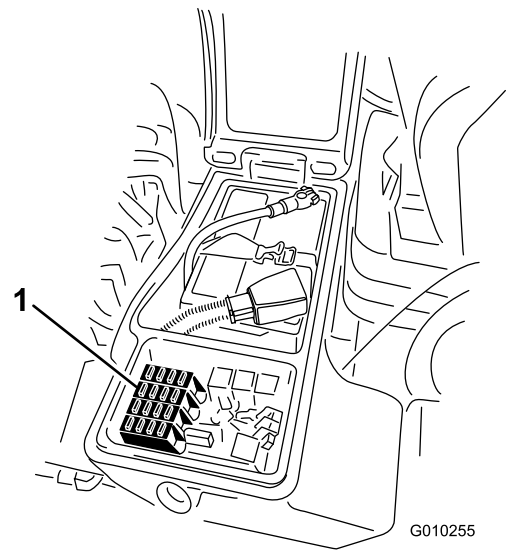
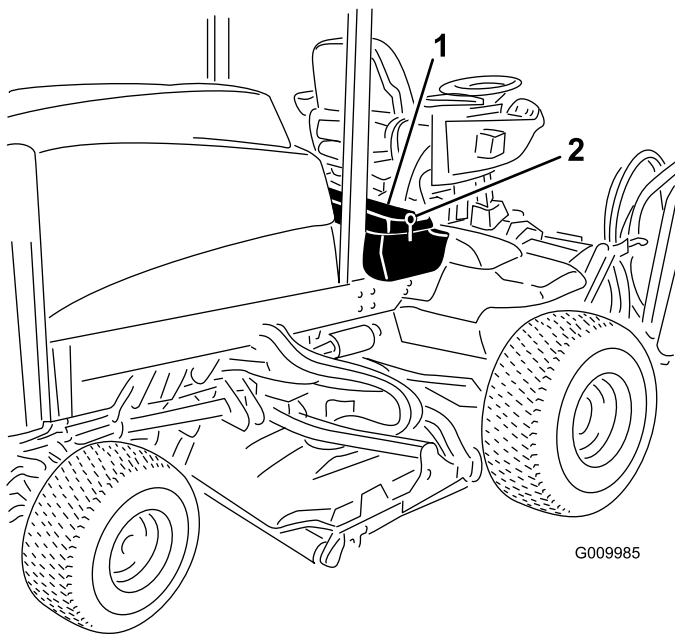

Bild 96
Bild 95
1. Lösen Sie den Riegel für die Abdeckung des rechten Ablagekastens und heben Sie die Abdeckung (**Bild 95**) hoch, um an den Sicherungsblock zu gelangen (**Bild 96**).
3. Schließen Sie die Abdeckung des rechten Ablagekastens und befestigen Sie die Abdeckung mit dem Riegel (**Bild 95**).
2. Wechseln Sie ggf. die offenen Sicherungen aus (**Bild 96**).